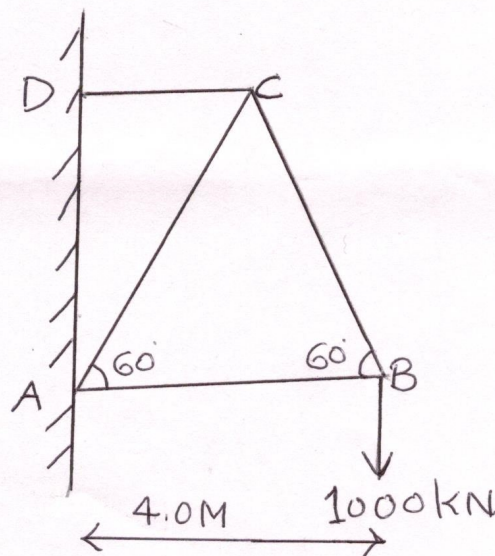

Fig. 7
(1) લંબચોરસ (2). ત્રિકોણ (3). I સેક્શન (4). T સેક્શન
- (c) Find forces in all members of truss as shown in fig. 7 07